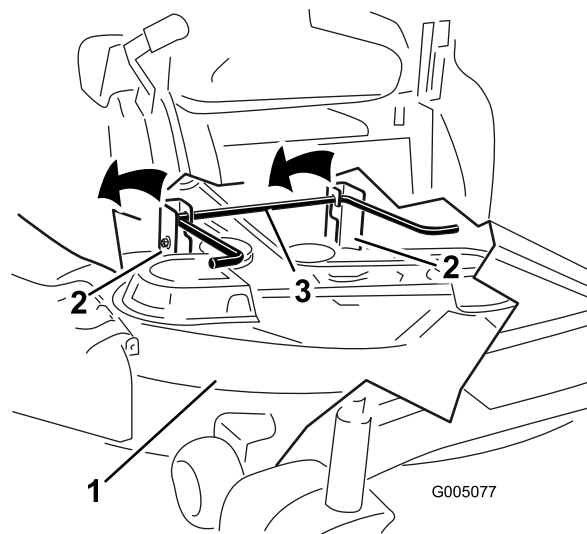

Figura 57
6. Eleve la carcasa de corte y separe ésta y las pletinas de suspensión de la varilla de elevación trasera; luego baje el cortacésped con cuidado al suelo (**Figura 57**).
- Eleve la parte trasera de la carcasa de corte y coloque los soportes sobre la varilla de elevación trasera (Figura 57).